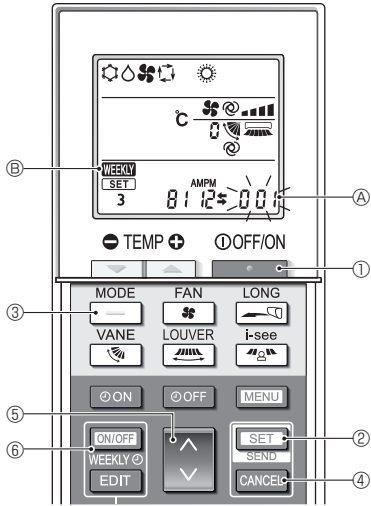

Fig. 6-7
- Pulse el botón **MENU** ②.
6.8.8. Cómo desactivar el funcionamiento en modo Auto (Fig. 6-7)
- 1. Pulse el botón **TEMP** ① para detener el acondicionador de aire.
- Si el temporizador semanal está activado, pulse el botón **WEEKLY** ⑥ para desactivarlo. (**WEEKLY** ⑥ desaparece).
- 2. Pulse el botón **SET** ② durante 5 segundos.
- 3. Pulse el botón **UP** ④.
- 4. Completar los ajustes (Fig. 6-7)
- Pulse el botón **SET** ② durante 5 segundos.